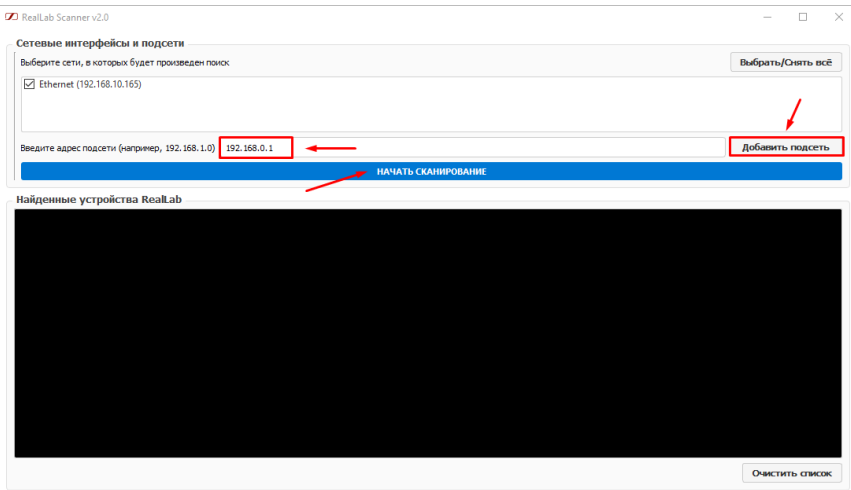

Рис. 2.1. Общий вид утилиты RealLab! Scanner v2.0
5. В верхней части окна утилиты выберите сетевые интерфейсы, через которые будет выполняться поиск, и при необходимости добавьте подсеть (например, 192.168.0.1) (Рис. 2.1).